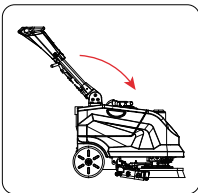
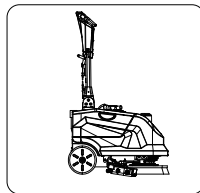

Figure 01
Figure02
1. Ajustez la poignée de commande à l'angle approprié (Figure 01-Figure 02), remplissez le réservoir d'eau propre avec de l'eau propre, en vous assurant que le réservoir contient suffisamment d'eau propre.